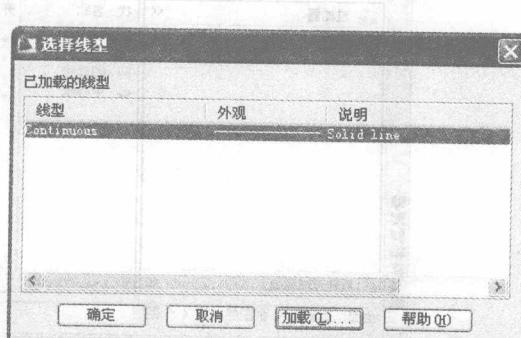

图 2-5 选择线型
(4) 单击“中心线”层对应“线型”项，打开“选择线型”对话框，如图 2-5 所示。